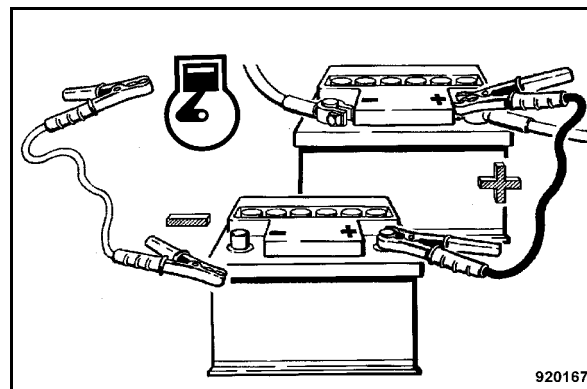

Fig. 53
- Brancher ensuite un côté du câble de masse à la borne moins de la batterie auxiliaire puis l'autre côté du câble à une point de masse au moteur ou la carrosserie aussi éloigné que possible de la batterie (Fig. 53).